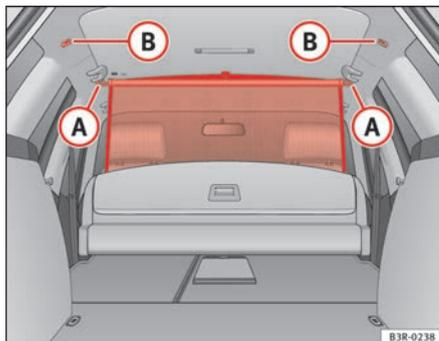

Fig. 121 Œillets de fixation du filet de séparation
- Accrochez la tringle transversale aux œillets de fixation **(B)** ⇒ fig. 121.
- Accrochez la tringle transversale aux œillets de fixation **(A)** ⇒ fig. 121.